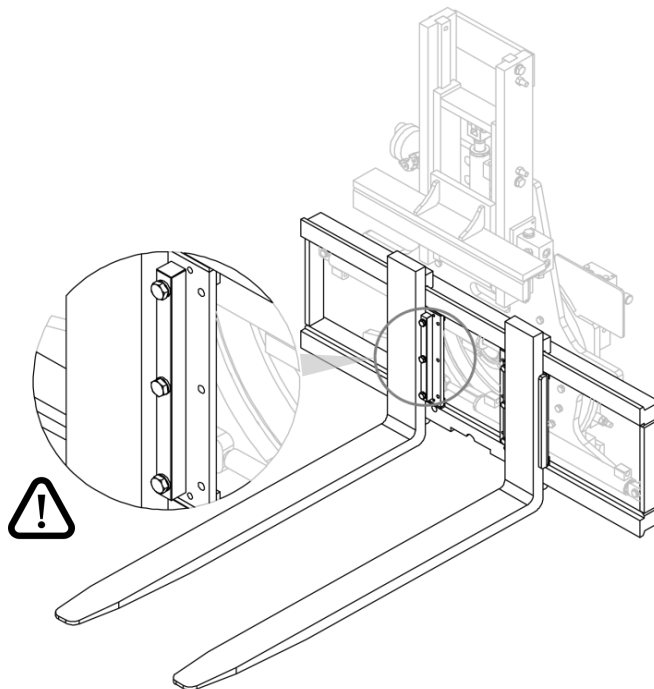

Figure 14
2. Insérer les fourches et revisser les butées de fourche (voir *Figure 14*).